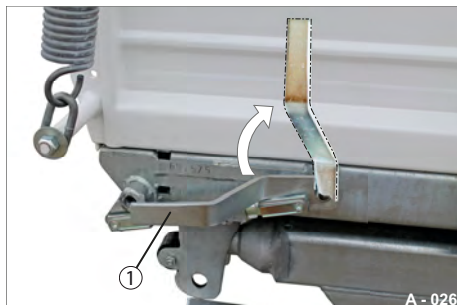

Abb. 28 Zentralverriegelung entriegeln
- ▶ Greifen Sie am Hebel (Abb. 28/1) und schwenken Sie diesen komplett auf.